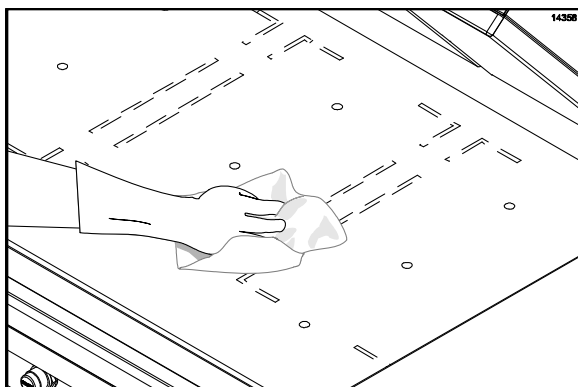

Рисунок 56
39. Налейте небольшое количество теплой воды на чистую тряпку, пропитанную дезинфицирующим раствором. Тряпку нужно держать над нижней поверхностью плиты. Протрите нижнюю плиту гриля, чтобы снять остатки. (См. рис. 56)